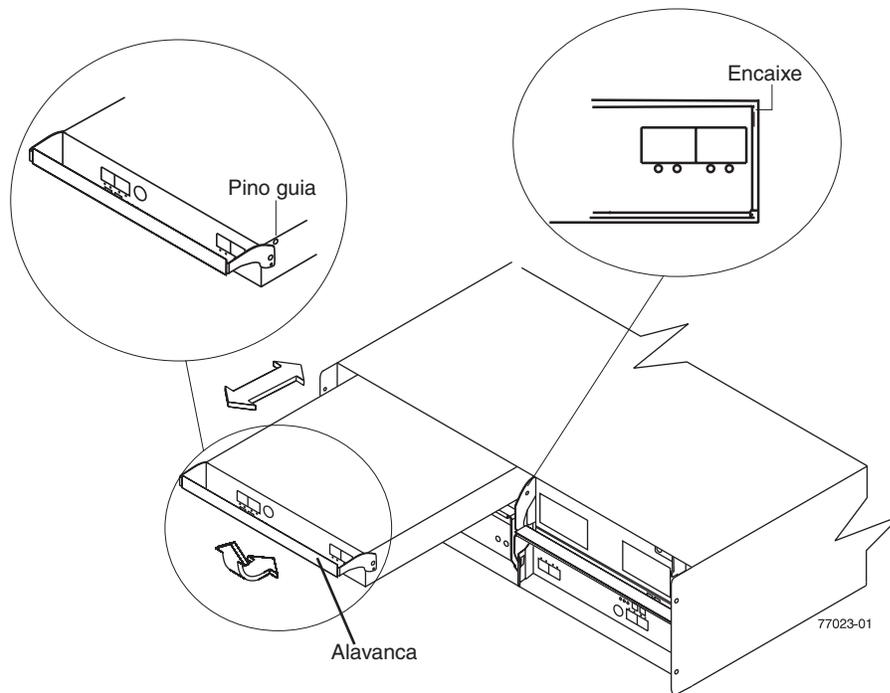

Figura 36. Removendo e Substituindo um ESM (Environmental Service Module)
8. Ao apertar a trava, puxe a alavanca aberta em 90° (para que a alavanca fique horizontal). Puxe a alavanca para fora do chassi para remover o ESM do midplane do EXP5000, conforme mostrado na Figura 36 na página 90.
- b. Puxe lentamente a alavanca para fora do chassi do EXP5000 para remover o ESM do compartimento ESM, conforme mostrado na Figura 36 na página 90. (Remova o ESM do chassi e coloque-o em uma superfície protegida contra ESD (descarga eletrostática).)